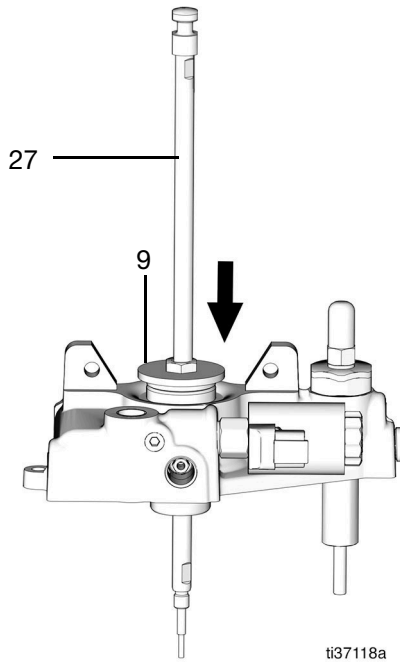

FIG. 54
- Appliquez une légère couche de graisse sur la tige de pompe (27) et poussez-la dans le boîtier de pompe par l'orifice situé dans l'écrou de retenue (9) (FIG. 54).